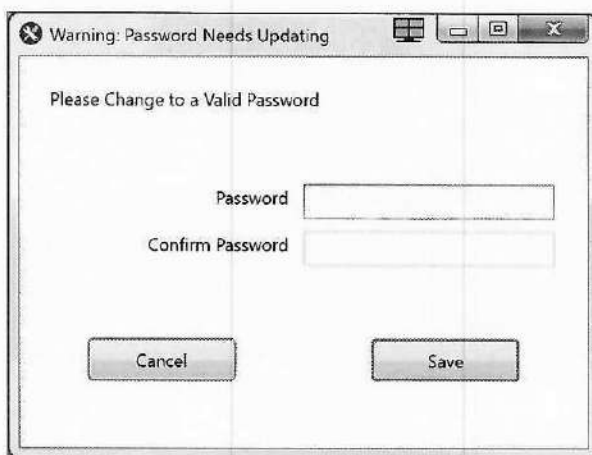

**Figura 76: CCM – Pantalla Login (Inicio de Sesión)**
- 1 Inicie **CCM**. Se muestra el cuadro de diálogo **Login** (Iniciar Sesión) (Figura 76).